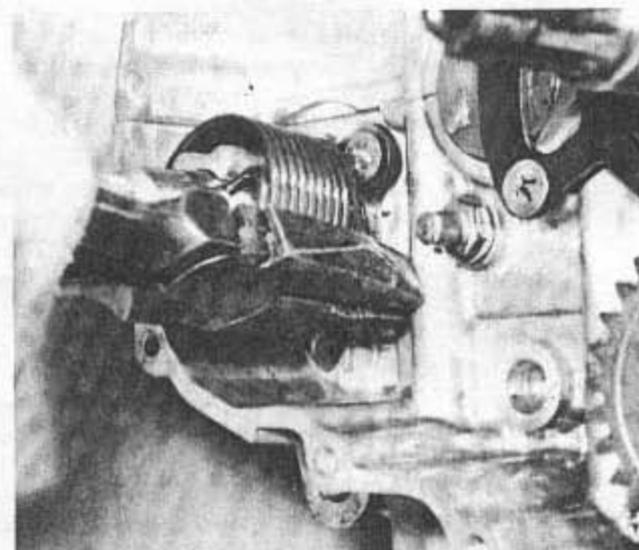

Bild 45
- Mit einer kräftigen Zange packe man das äussere Ende der Kickstarterrückholfeder. Das Federende aus seiner Verankerungsbohrung herausziehen, um die Feder im Gegenuhrzeigersinn entspannen zu können (Bild 45). Federführung aus der Feder abheben und das innere Federende aus der radial sitzenden Bohrung in der Kickstarterwelle herausziehen. Feder von der Welle abziehen.